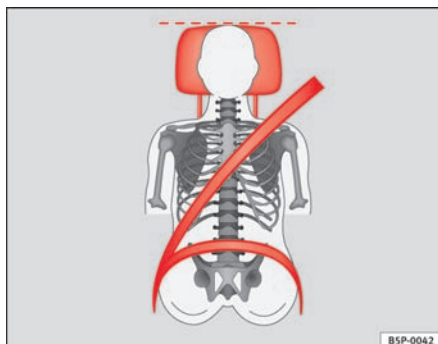
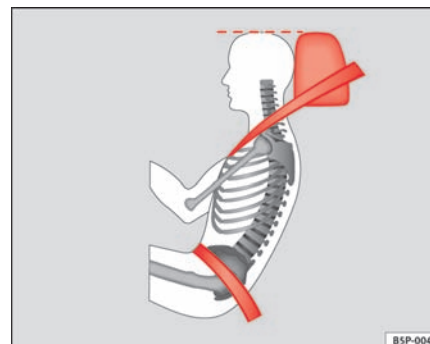

Fig. 71 Set forfra: Hovedstøtten er indstillet korrekt, og sikkerheds-selen er placeret rigtigt.
Fig. 72 Set fra siden: Hovedstøtten er indstillet korrekt, og sikkerheds-selen er placeret rigtigt.
- Indstil hovedstøtterne således, at hovedstøttens øverste kant er på højde med den øverste del af dit hoved eller mindst i øjenhøjde ⇒ fig. 71 og ⇒ fig. 72.